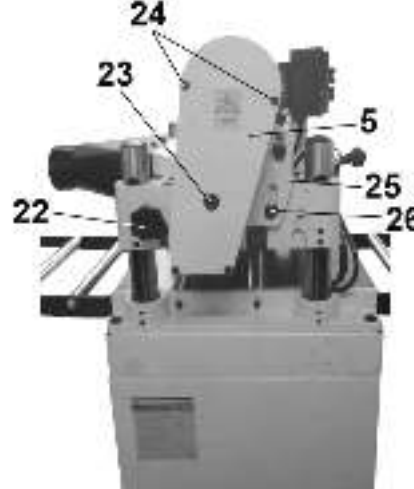

Рис. 11
10.1. Регулировка натяжения ремней привода (Рис.11,12)